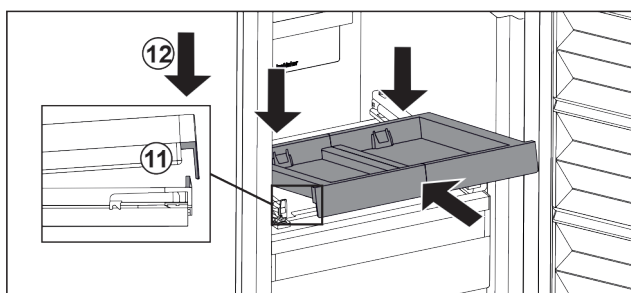

Fig. 93
- ▶ Вставьте, наклоняя вниз. Обратите внимание на то, чтобы на обеих сторонах упор был за накладкой. Fig. 93 (11)
- ▶ Снимите выдвжную панель спереди. Fig. 93 (12)